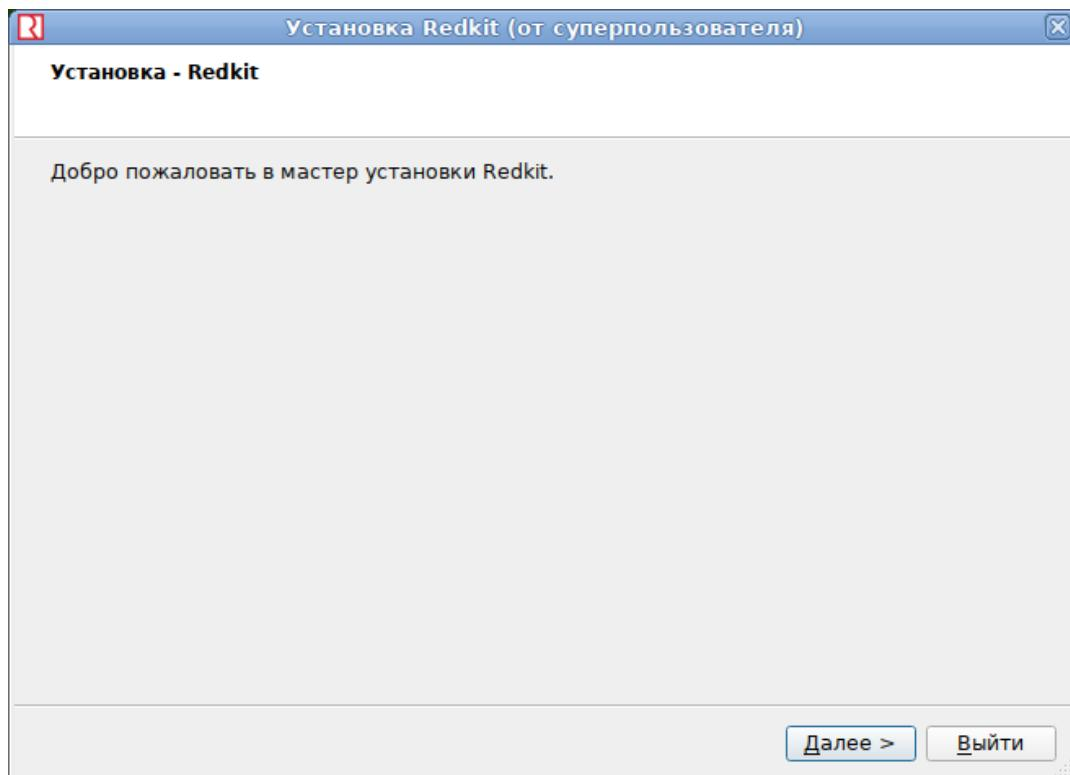

Рисунок 10 - Установка Redkit
6. Откроется мастер установки Redkit. Нажмите "Далее" (Рисунок 10).